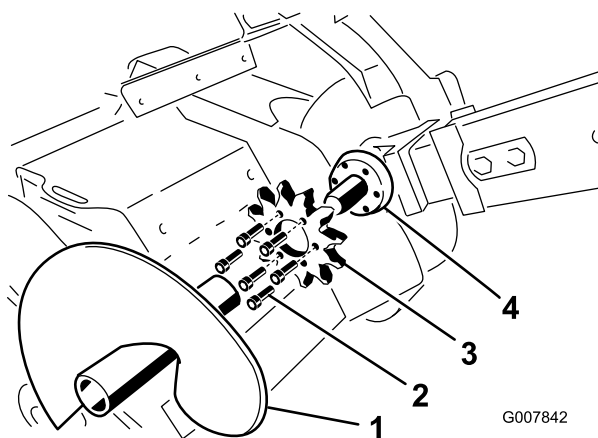

Bild 61
4. Entfernen Sie die Schuttschnecke (Bild 61).
9. Entfernen Sie die 6 Schrauben, mit denen das Antriebskettenrad befestigt ist (Bild 61)
10. Entfernen und entsorgen Sie das Antriebsrad (Bild 61).
11. Reinigen Sie die Montagefläche des Antriebsrad an der Grabenfräse (Bild 61).
12. Schieben Sie das neue Antriebsrad auf die Welle (Bild 61).
13. Drehen Sie die sechs Schrauben handfest in das Antriebsrad (Bild 61).